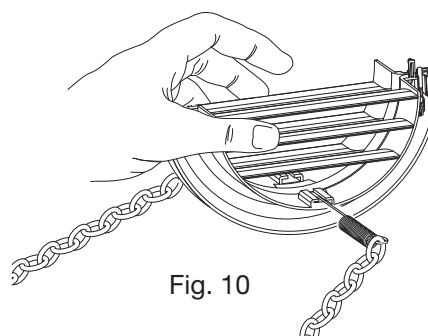

Fig. 10
- Dobre as grelhas externas para trás, segurando-as com a mão livre onde elas dobras e insira os dedos dentro das barbatanas individuais. (Fig. 10)